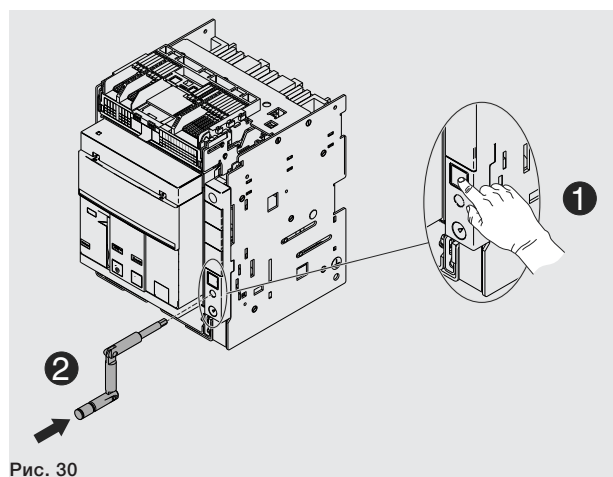

Рис. 30
4. Нажать кнопку блокировки «PUSH before operating» и вставить рукоятку в фиксированную часть. На этом этапе подвижная часть все еще остается в изолированном от фиксированной части положении (см. Рис. 30).